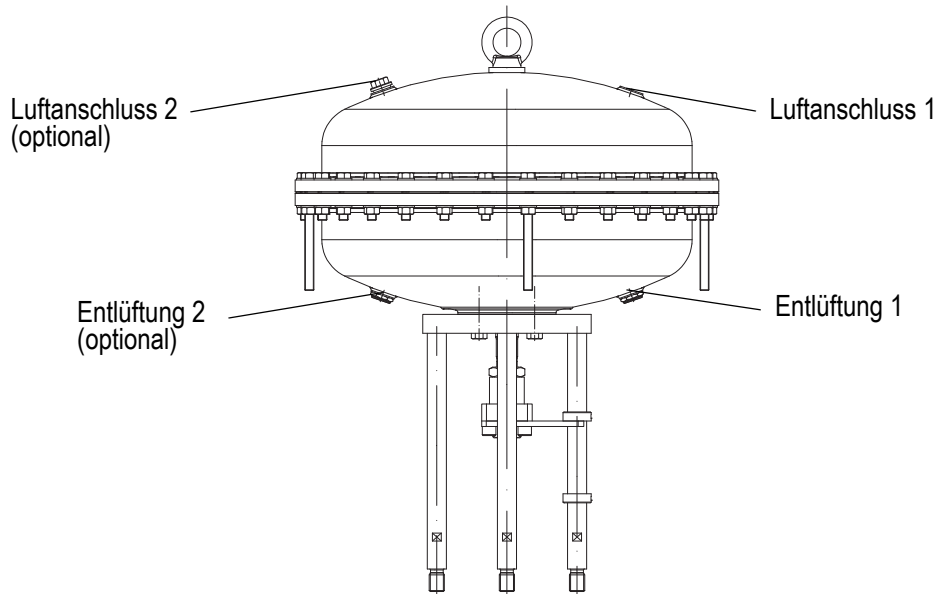

Bild 3: DP35 „Antriebsspindel durch Federkraft einfahrend“
- Stelldruckleitung am Luftanschluss 1 (Bild 3) der Membranhaube (Pos. 18) und Druckmessgerätes anschließen.